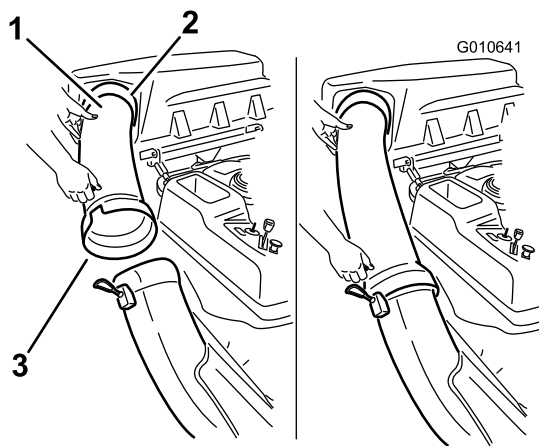

Figura 24
1. Uvucite zakrivljeni kraj odvodne cevi u otvor na poklopcu sakupljača (Figura 24).